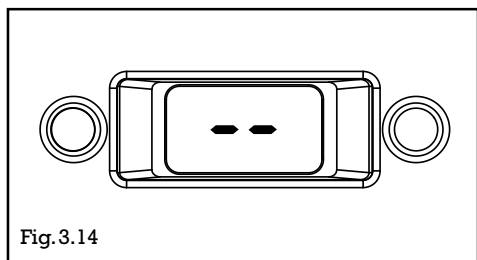

Fig.3.14
Quand le sélecteur de fonction est placé sur "☼", l'afficheur indique "--" (fig.3.14) sauf si la chaudière exécute un cycle d'hors gel (AF) ou d'analyse de combustion (CO).